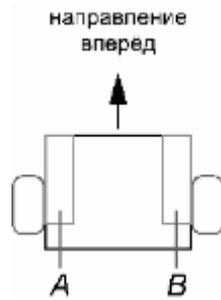

Рисунок 3. Схема робота.
7. Робот оснащён двумя отдельно управляемыми колёсами, диаметр каждого из колёс робота равен 6 см. Левым колесом управляет мотор А, правым колесом управляет мотор В (см. рис. 3).